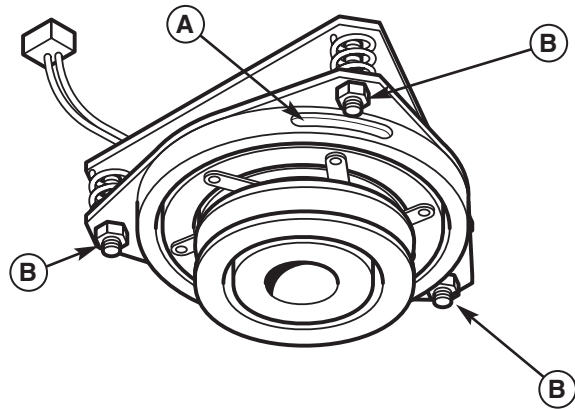

Figura 26. Ajuste del Embrague del PTO
2. Tome nota de la posición de las 3 ventanas de ajuste (A, Figura 26) en el lado del disco portafreno y las tuercas mecánicas de ajuste (B).